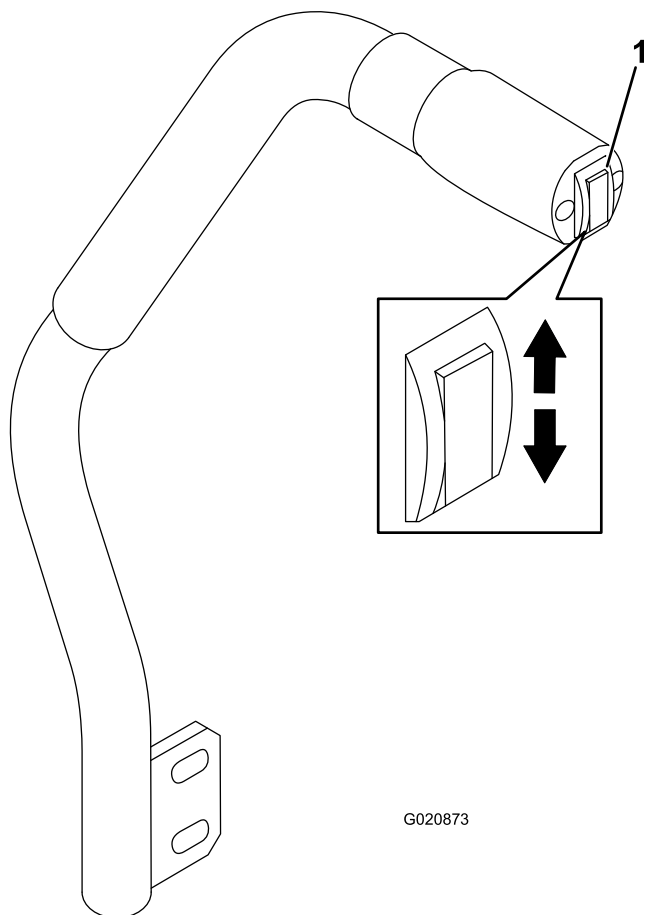

Figura 24
O interruptor de elevação da plataforma levanta e baixa a plataforma do cortador (Figura 24). O motor tem que estar a trabalhar para utilizar esta alavanca.
- Para baixar a plataforma do cortador, empurre o interruptor para baixo (Figura 24).
- Para elevar a plataforma do cortador, empurre o interruptor para cima (Figura 24).
1. Com o motor a trabalhar empurre para cima o interruptor de elevação da plataforma até que a plataforma de corte esteja completamente levantada e **solte imediatamente o interruptor** (Figura 24).